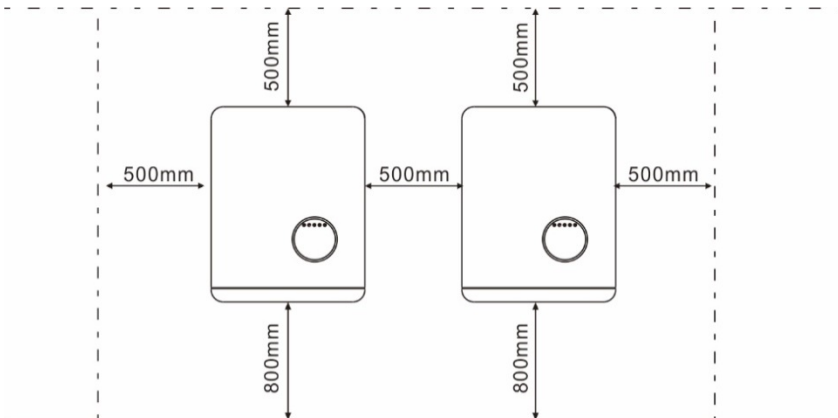

Abbildung 4.2 Montageabstand des Wechselrichters
1. Wählen Sie gemäß Abbildung 4.2 die Montagehöhe der Halterung und markieren Sie das Montageloch. Nach der Markierung stanzen Sie das Loch entsprechend der Markierung. Bei Bohrungen in Ziegelwänden müssen Spreizdübel für die Befestigung geeignet sein.